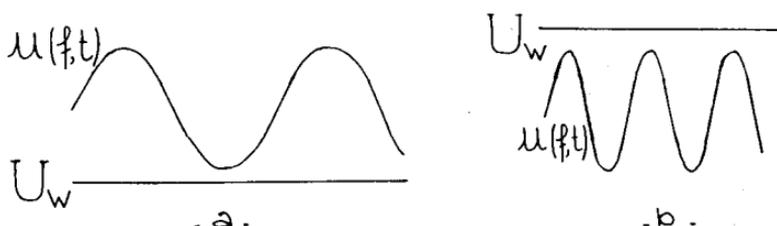

Fig. 2
- la sinusoïde $u(f, t)$ se déforme, telle un « accordéon » (fig. 2 a-b),
- U_W maximale quand f est maximale : $u(f, t)$ « comprimée » (fig. 2 b),
- U_W minimale quand f est minimale : $u(f, t)$ « dilatée » (fig. 2 a) ;